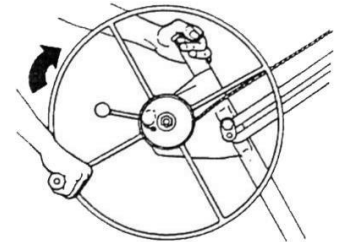

Figure 11
1. Drehen Sie das Windenrad in die in Abb. 11 gezeigte Richtung bis die Platte die gewünschte Höhe hat. Während Durch Anheben der Platte können Sie die Windenstange greifen, um einfacherer Hebevorgang.